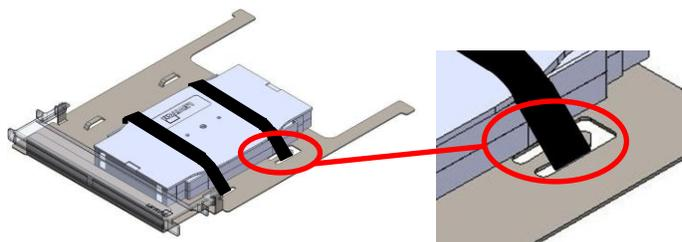

figura 17
5. Instale el velcro insertando los bucles sobre cada punto de la lanza de la flecha y asegure la pila de bandejas de empalme a la bandeja de la cubierta de empalme (figura 17).